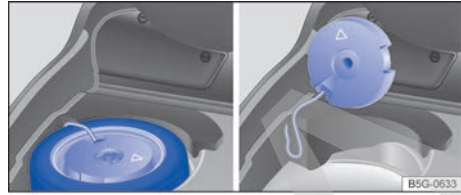

Fig. 183 Retirar el subwoofer.
- Sitúe el subwoofer en vertical y apóyelo en el panel lateral del maletero de forma que no se vuelque o se caiga → fig. 183.